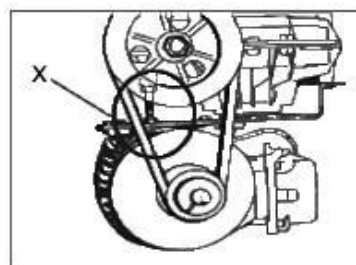

Рисунок 18
- С помощью специального регулировочного болта Х отрегулируйте натяжение приводного ремня (рисунок 18).